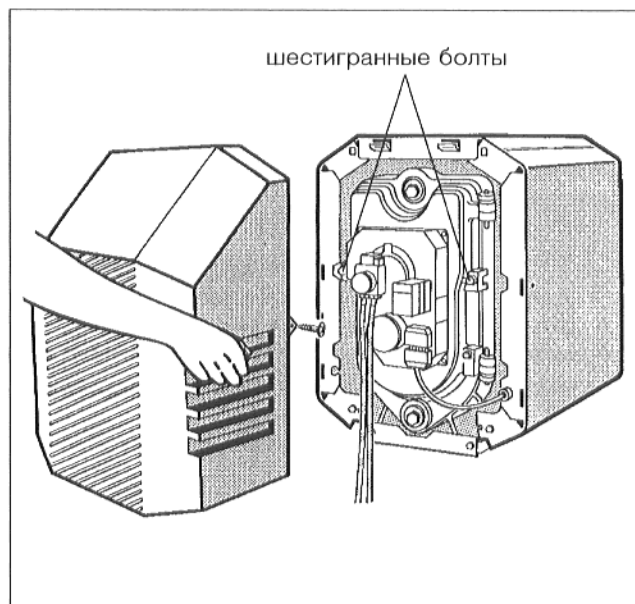

Рис. 38
- Вывинтить оба шестигранных винта слева и справа у дверцы горелки (рис. 38) и открыть дверцу горелки.
- Закрыть дверцу горелки и закрепить двумя шестигранными болтами (рис. 38). Затяжку болтов производить равномерно.